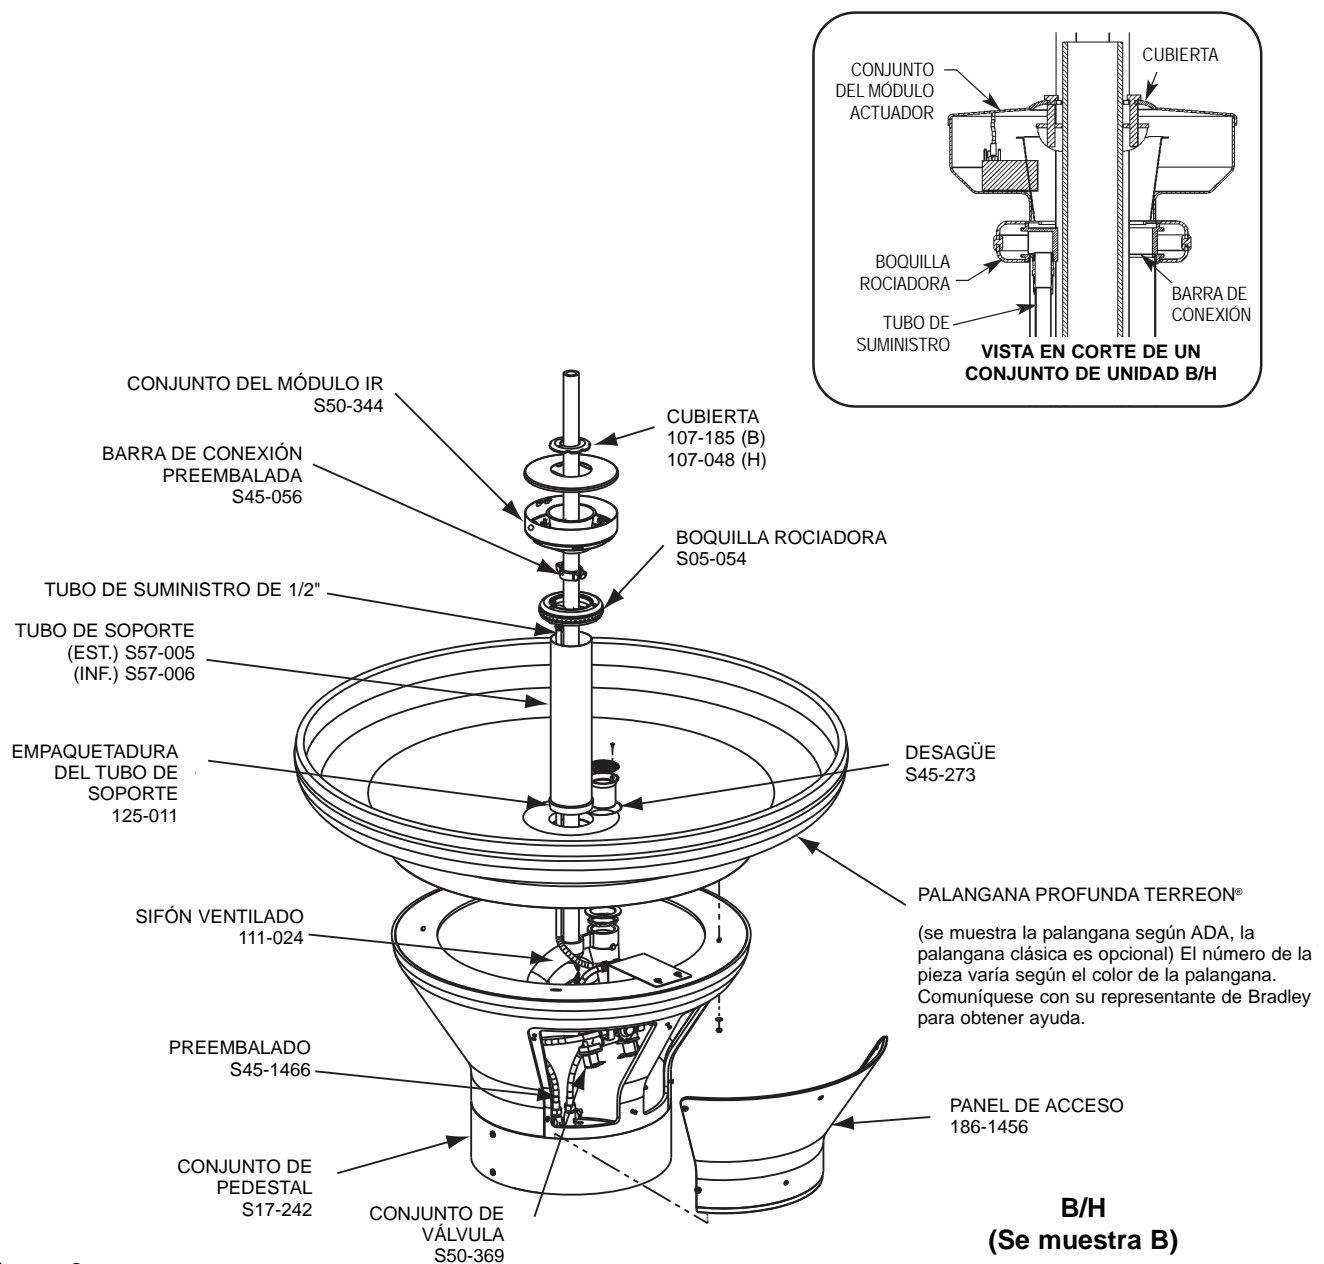
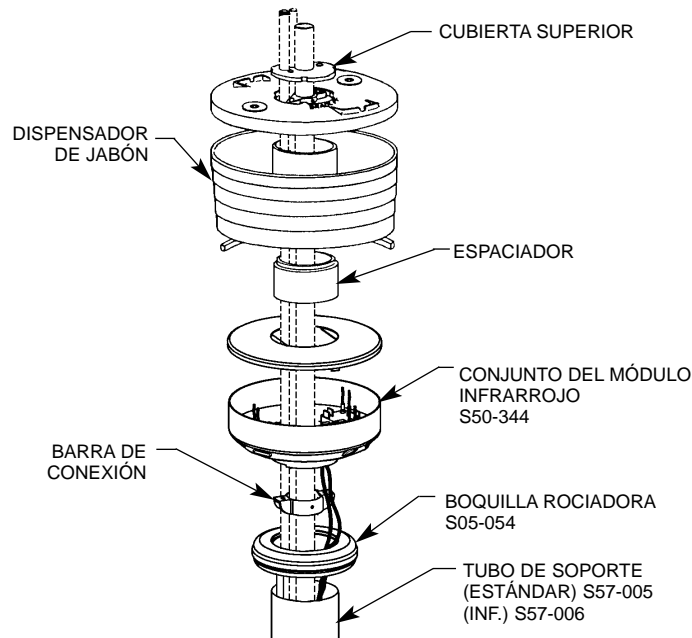

Figura 8
Figura 9
- A** INSTALE EN LA PALANGANA, EL EXTREMO GUARNECIDO (NO EL EXTREMO AFILADO) DEL TUBO DE SOPORTE CON LA EMPAQUETADURA (CONSULTE LA FIGURA 8).
E PONGA LA BARRA DE CONEXIÓN SUPERIOR LEVEMENTE DEBAJO DEL MÓDULO (CONSULTE LA INSERCIÓN DE LA FIGURA 8 EN LA PÁGINA ANTERIOR) O DEL DISPENSADOR DE JABÓN (CONSULTE LA FIGURA 9) Y FÍJELA FIRMEMENTE AL TUBO DE VENTILACIÓN CON LOS TORNILLOS DE FIJACIÓN PROPORCIONADOS. ASEGURE LA CUBIERTA SUPERIOR A LA BARRA DE CONEXIÓN CON LOS DOS TORNILLOS DE PRESIÓN PROPORCIONADOS.